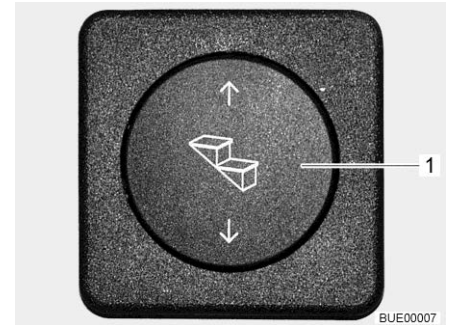

Fig. 11 Tasto di comando dello scalino di ingresso
- Premere in basso il tasto di comando (Fig. 11,1) e tenerlo premuto (almeno 3 secondi), fino a che lo scalino di ingresso è stato completamente estratto.
- Premere verso l'alto il tasto di comando (Fig. 11,1) fino a che lo scalino di ingresso è completamente inserito.